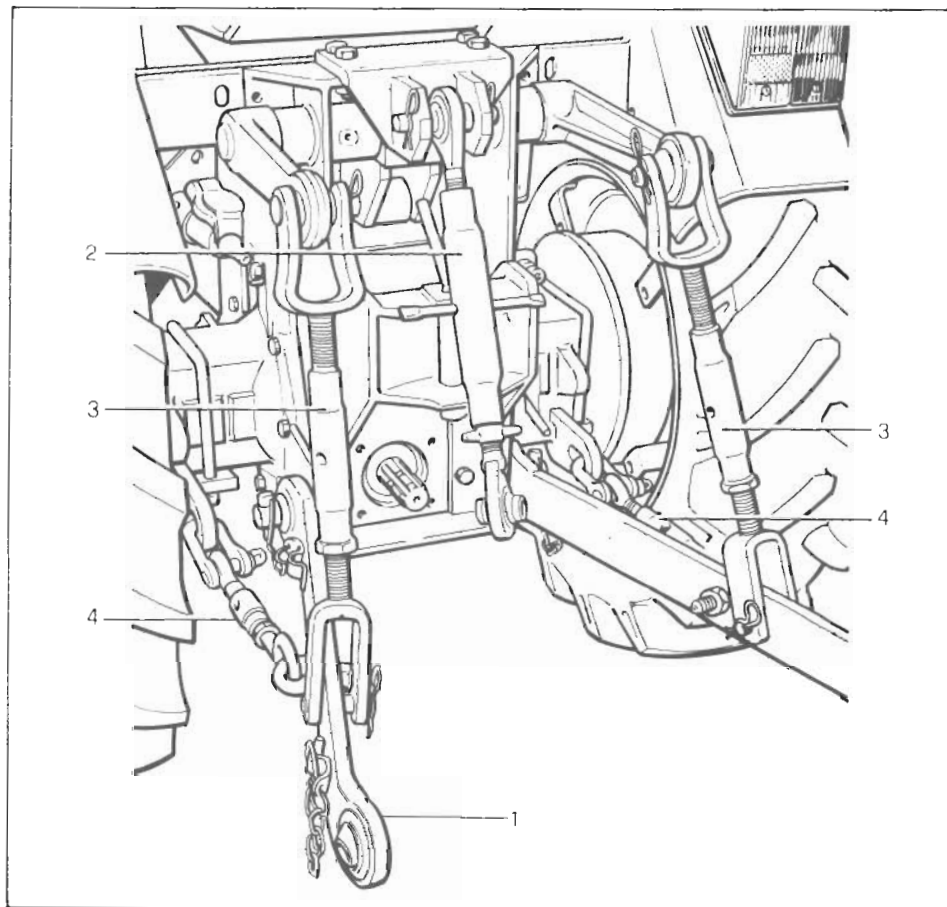

Fig. 13 - Bild 13
Con questo tipo di attacco l'attrezzo viene fissato all'estremità dei due bracci longitudinali (1) e di un puntone (2) incernierati al corpo del trattore (vedere la fig. 13). I due bracci longitudinali sono collegati ai bracci del sollevatore mediante due tiranti regolabili (3); l'escursione nel piano orizzontale dei bracci è limitata da due tiranti regolabili (4).
In this case the implement is fastened to the end of the two arms (1) and secured to a strut (2) (hinged to the tractor body see fig. 13). The two lengthwise arms are connected to the lifter arms by means of two adjustable tie-bars (3); the travel in the horizontal plane of the arms is contained by the two adjustable tie-bars (4).
L'outil est fixé aux bouts des deux bras longitudinaux (1) et d'une barre (2) articulés au corps du tracteur (voir fig. 13). Les deux bras sont raccordés aux bras du relevage au moyen de deux tirants réglables (3); le déplacement horizontal des bras est limité par les deux tirants réglables (4).
Mit diesem Anschlusssystem wird das Gerät an den Enden der zwei Längsarme (1) und der Strebe (2) angeschlossen, welche mit dem Schlepperkörper gelenkartig verbunden sind (siehe Bild 13). Die zwei Längsarme sind an den Kraftheberarmen durch zwei einstellbare Zugstangen (3) angeschlossen. Die horizontale Bewegung der Arme ist durch zwei einstellbare Zugstangen (4) begrenzt.